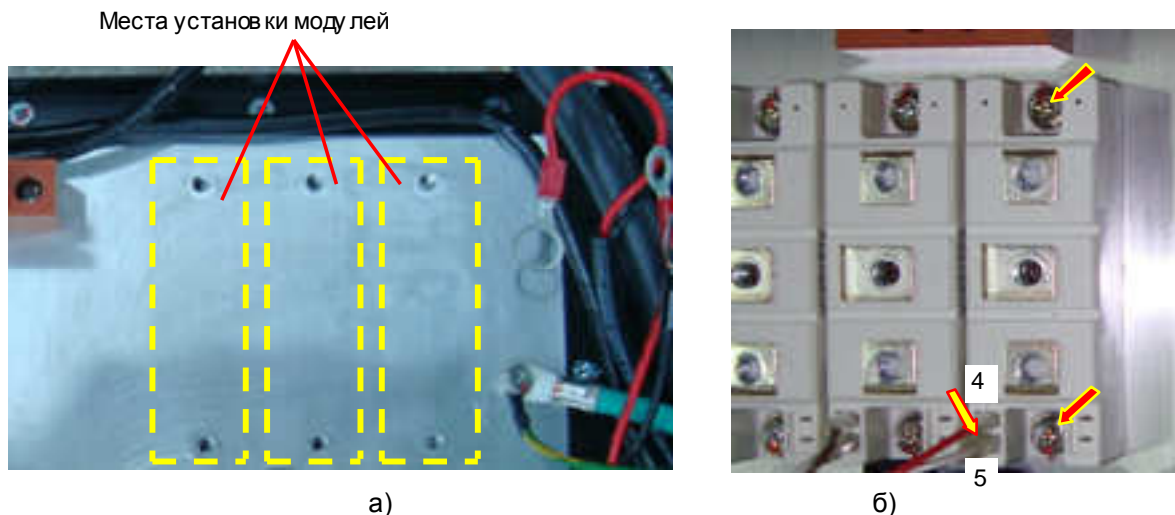

Рис. 7.6.
7.3.2. Протереть радиатор в месте установки модуля салфеткой, смоченной СБС (рис. 7.6а).
7.3.3. Установить диодно-тиристорный модуль на радиатор, совместив крепежные отверстия модуля с резьбовыми отверстиями радиатора, и слегка притереть. Вкрутить два винта крепления модуля к радиатору (рис.7.6б, красные стрелки). Соединить провода управления с ножевыми контактами выводов 4, 5 диодно-тиристорного модуля (рис.7.6б, желтая стрелка).